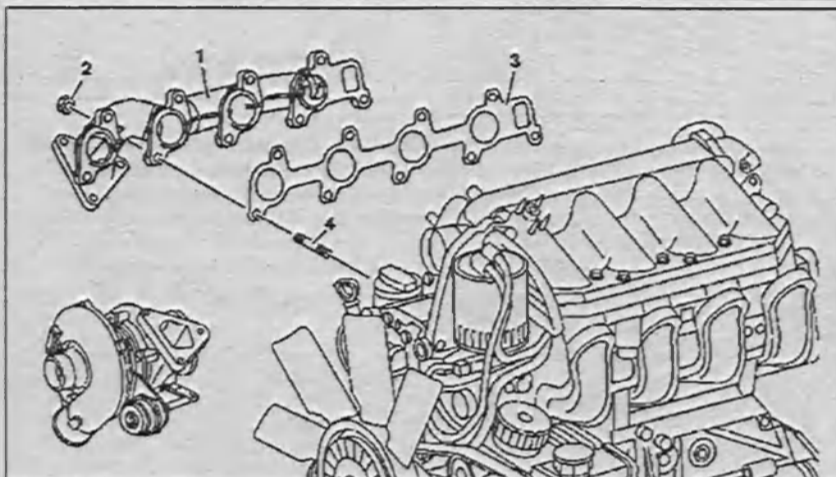

Рис. 3.53. Снятие и установка выпускного коллектора:
2. Открутите гайки 2 крепления выпускного коллектора 1 и снимите его (рис. 3.53).